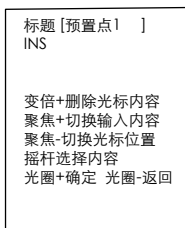

图3-2 预置点标题设置
4. 移动光标到“预置点标题设置”，按“光圈+”进入设置界面，可设置预置点标题，如图 3-2 所示。“变倍+”删除光标内容，“聚焦+”切换输入内容，“聚焦-”切换光标位置，摇杆选择内容。点击“光圈+”保存预置点标题；点击“光圈-”取消设置并退出。若不需要设置标题信息可略过该操作。